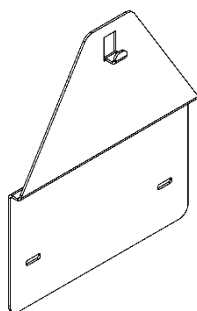

Рисунок 6. Переходная планка
7.2.3 При установке аппарата на место где ранее был установлен аппарат марки «NEVA» или «BaltGaz», который крепился к стене с помощью двух крючков, можно выкрутить данные крючки и использовать отверстия для установки переходной планки (см. рис. 6). Переходная планка 081200-00.050 позволяет смонтировать аппарат с использованием уже имеющихся крепежных отверстий в стене. Переходная планка приобретается отдельно в фирменных магазинах или на сайте [baltgaz.ru](http://baltgaz.ru).